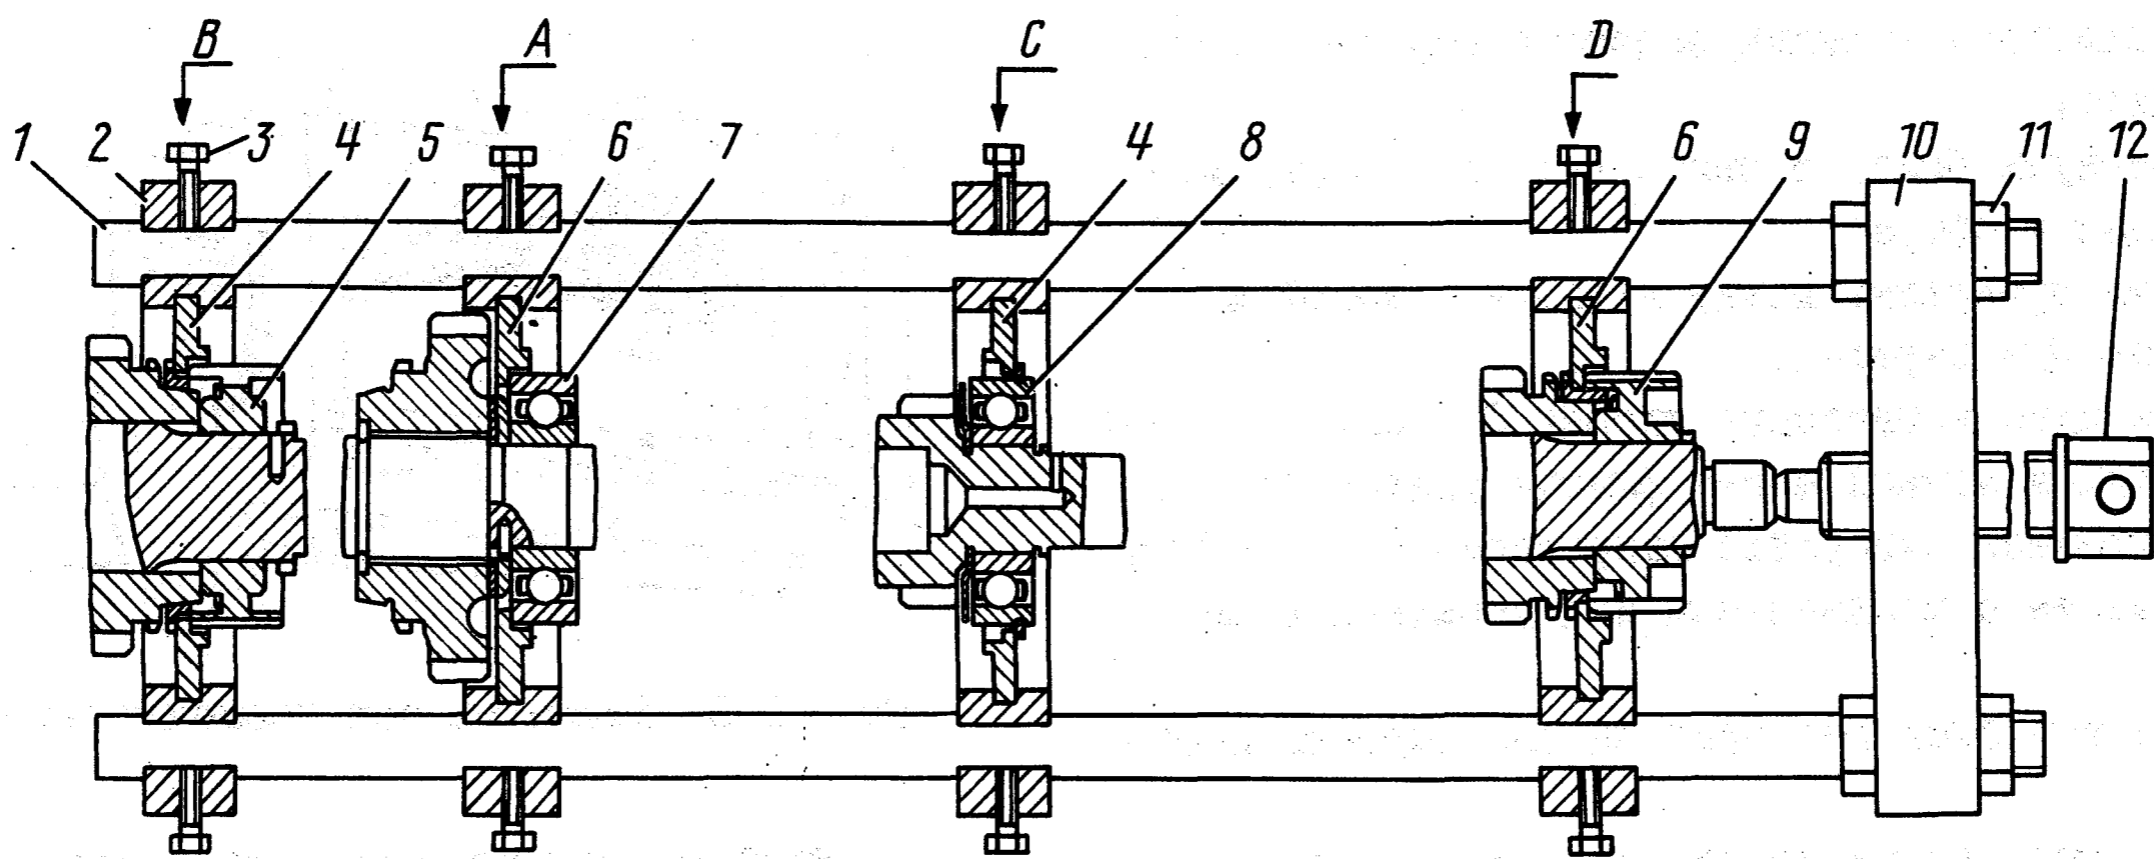

Рис. 105. Съёмник 7823-6088-01 для снятия подшипников и ступиц с первичного и вторичного валов:
- установить первичный вал во вкладыши 4 (рис. 105с) (на вкладышах выбиты номера 7823-6088.00.06), установленные на каретке 2. Упереть винт 12 в центр первичного вала и вращением винта спрессовать с первичного вала подшипник 8 и снять маслоотражатель;
- установить вторичный вал подшипником 7 во вкладыши 6 (7823-6088.00.07) съемника, как показано на рис. 105А и, вращая винт 12, спрессовать со вторичного вала шариковый подшипник;
- установить вторичный вал коробки передач ступицей 5 (рис. 105) синхронизатора первой и второй передач во вкладыш 4 (7823-6088.00.06) съёмника, как показано на рис. 105В и, вращая винт 12, спрессовать ступицу 5;